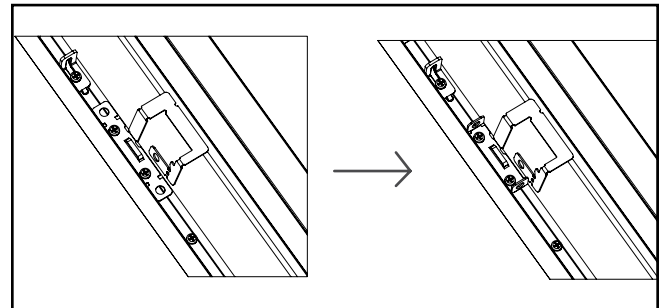
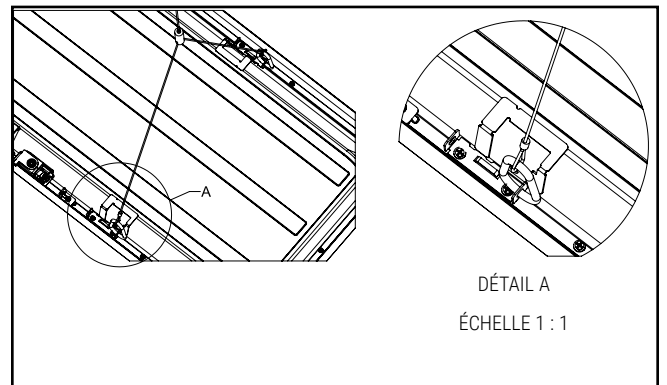

Figure 16.
Figure 17.
6. Pour les luminaires 1x4, 2x2, 2x4 et 6x4, repliez les bords des attaches vers le haut comme illustré à la figure 16 et fixez le mousqueton. Voir la figure 17.